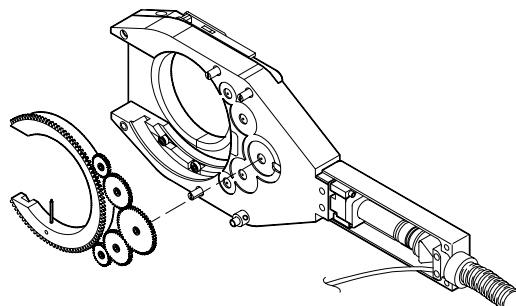

図18：ローターを取り外す
2. ハウジング・アセンブリーのギア側からローターを取り外します。図18をご参照ください。